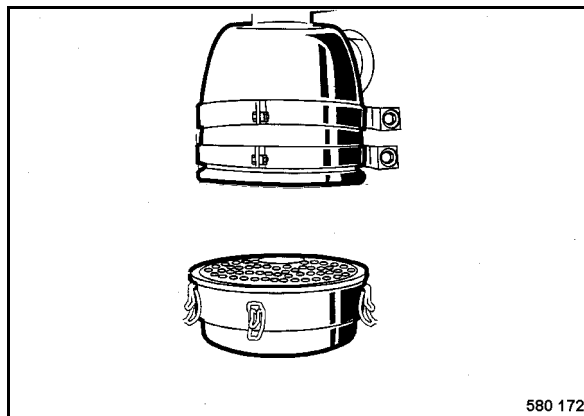

Fig. 143
- Soltar los cierres rápidos (Fig. 143), retirar la caja filtradora y vaciarla.